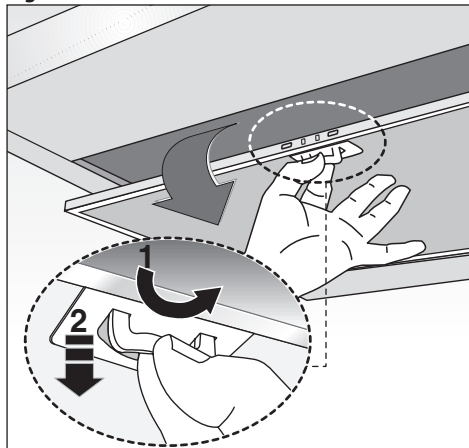

Fig.15
- La distanza minima fra la superficie di supporto dei recipienti di cottura sul dispositivo di cottura e la parte più bassa della cappa da cucina deve essere di almeno **65 cm**. Se dovesse essere usato un tubo di connessione composto di due o più parti, la parte superiore deve essere all'esterno di quella inferiore. Non collegare lo scarico della cappa ad un condotto in cui circoli aria calda o utilizzato per evacuare fumi degli apparecchi alimentati da un'energia diversa da quella elettrica. Prima di procedere alle operazioni di montaggio, per una più facile manovrabilità dell'apparecchio disinserire il filtro/i antigrasso (Fig.15).
- Se il vostro apparecchio è dotato di camino decorativo inferiore che necessita di fissaggio al corpo cappa con le viti, rimuovere dalla cappa i filtri antigrasso agendo sulle apposite maniglie (Fig.15).